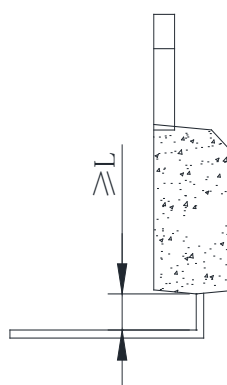

图4 垂直弯折引脚
- 垂直（与器件丝印面垂直）弯折引脚时，如下图4所示，请在距器件塑封本体一定距离（L）以上进行弯折。具体距离L，可参考下表1所述。